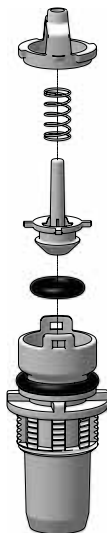

Abb. 28
- Beim Zusammenbau Abfolge und Positionen im Diagramm befolgen (**Abb. 28**).